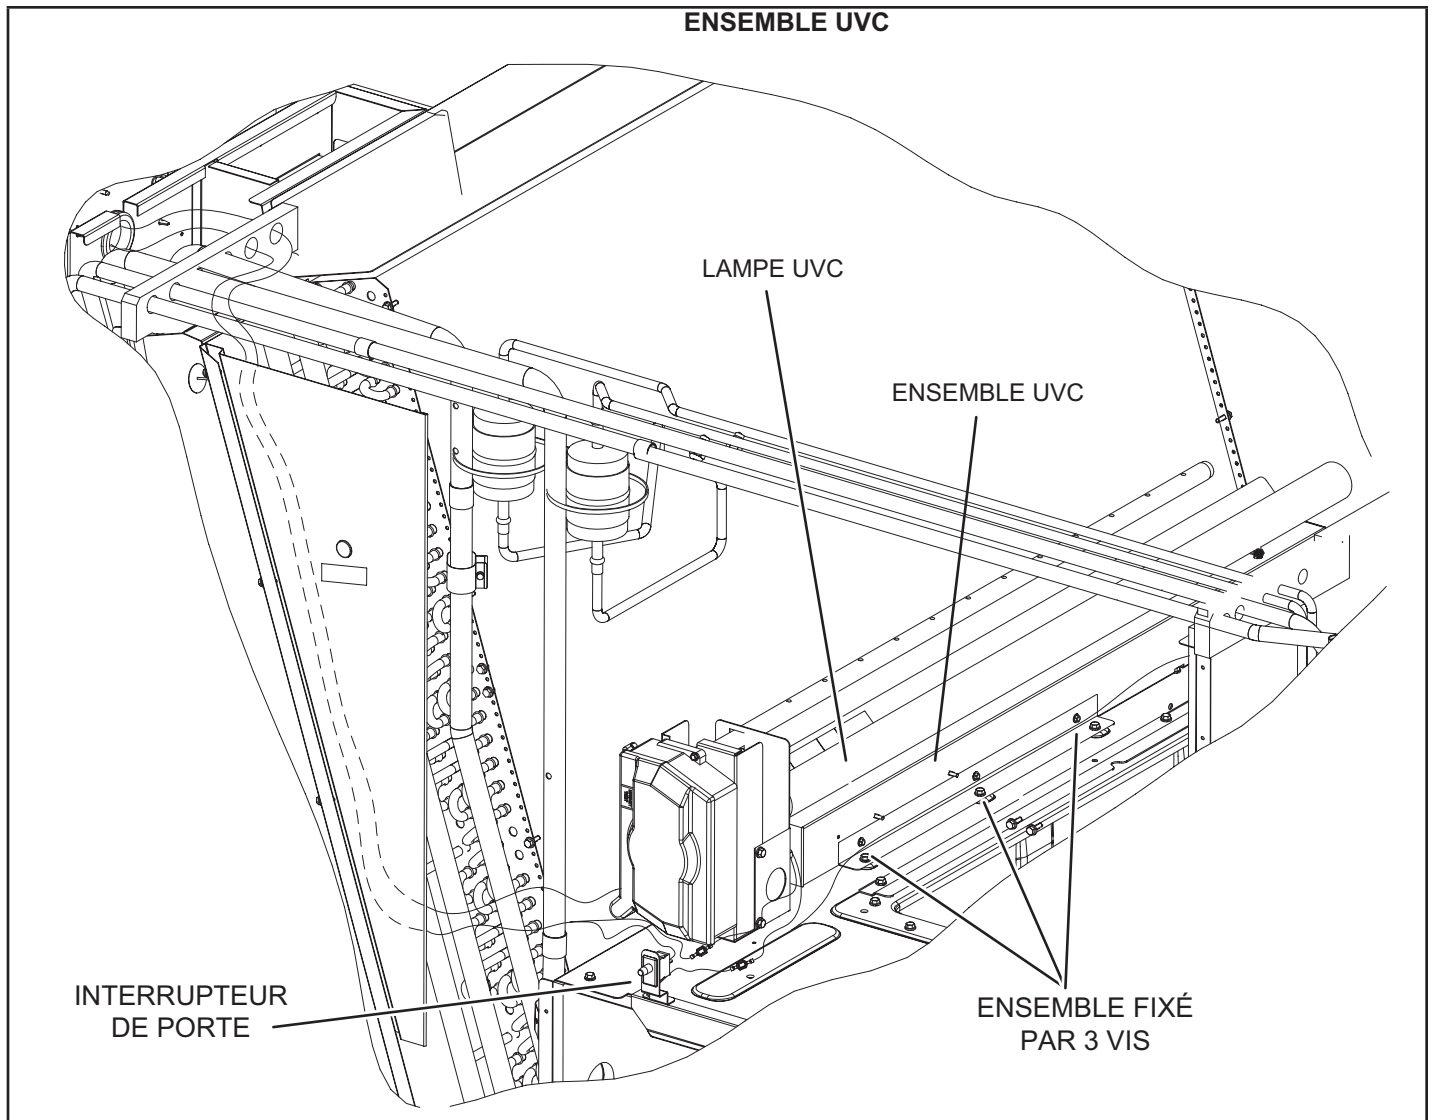

FIGURE 42
Lorsque la lampe UVC est installée en usine, elle est expédiée dans de la mousse. La lampe est fixée à l'ensemble UVC sur le support du ventilateur. Voir FIGURE 42. Retirer la lampe et l'installer dans le dispositif pour lampe UVC en suivant les étapes 2 à 11.
- 4 - Retirer et conserver les 3 vis qui fixent l'ensemble UVC. Sortir délicatement l'ensemble UVC en le faisant glisser par la porte d'accès au ventilateur. Voir FIGURE 42.
- 7 - Placer délicatement l'ensemble UVC sur le support du ventilateur. Aligner les trous de fixation de l'ensemble UVC sur les trous de fixation du support du ventilateur. Voir FIGURE 42. Utiliser les vis fournies pour fixer l'ensemble UVC.